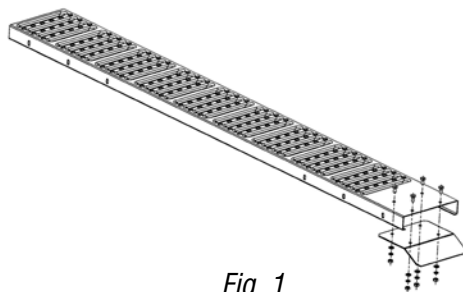

Fig. 1
1. Fixez les plaques de rampe (n° 2) aux rampes en acier (n° 1) comme l'illustre la fig. 1. Reportez-vous à la répartition/liste de pièces (page 9) pour l'ordre de positionnement des pièces quincaillerie (écrous, boulons, rondelles).